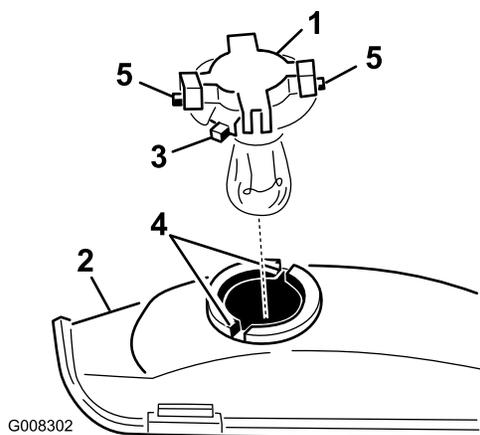

Figure 31
- Dévissez l'embase d'un quart de tour dans le sens anti-horaire et déposez-la du réflecteur (Figure 31).